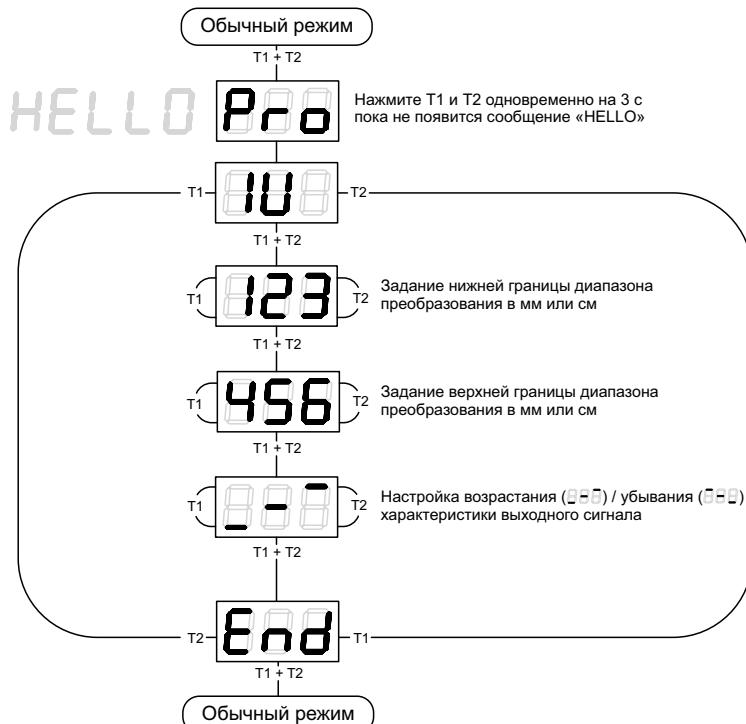

Рисунок 18 – Задание параметров с использованием LED – дисплея для датчика mic+.../IU/TC
- С использованием LED – дисплея, задание числовых параметров диапазона преобразования (см. рисунок 18);